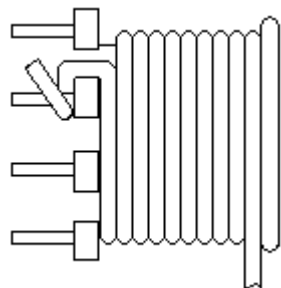

图 6.1
2.1 一层密绕：布线只占一层，紧密的线与线间没有空隙。整齐的绕线。(如图 6.1)